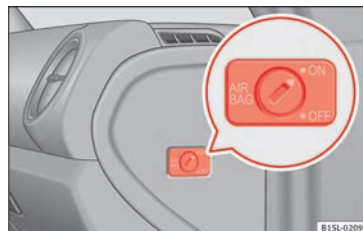

Abb. 20 Auf der Beifahrerseite: Schlüsselwechsler zum Ab- und Einschalten des Beifahrer-Frontairbags.
- Drehen Sie den Schlüsselschalter mit dem Fahrzeugschlüssel in die Position **AUS** »» **Abb. 20**.